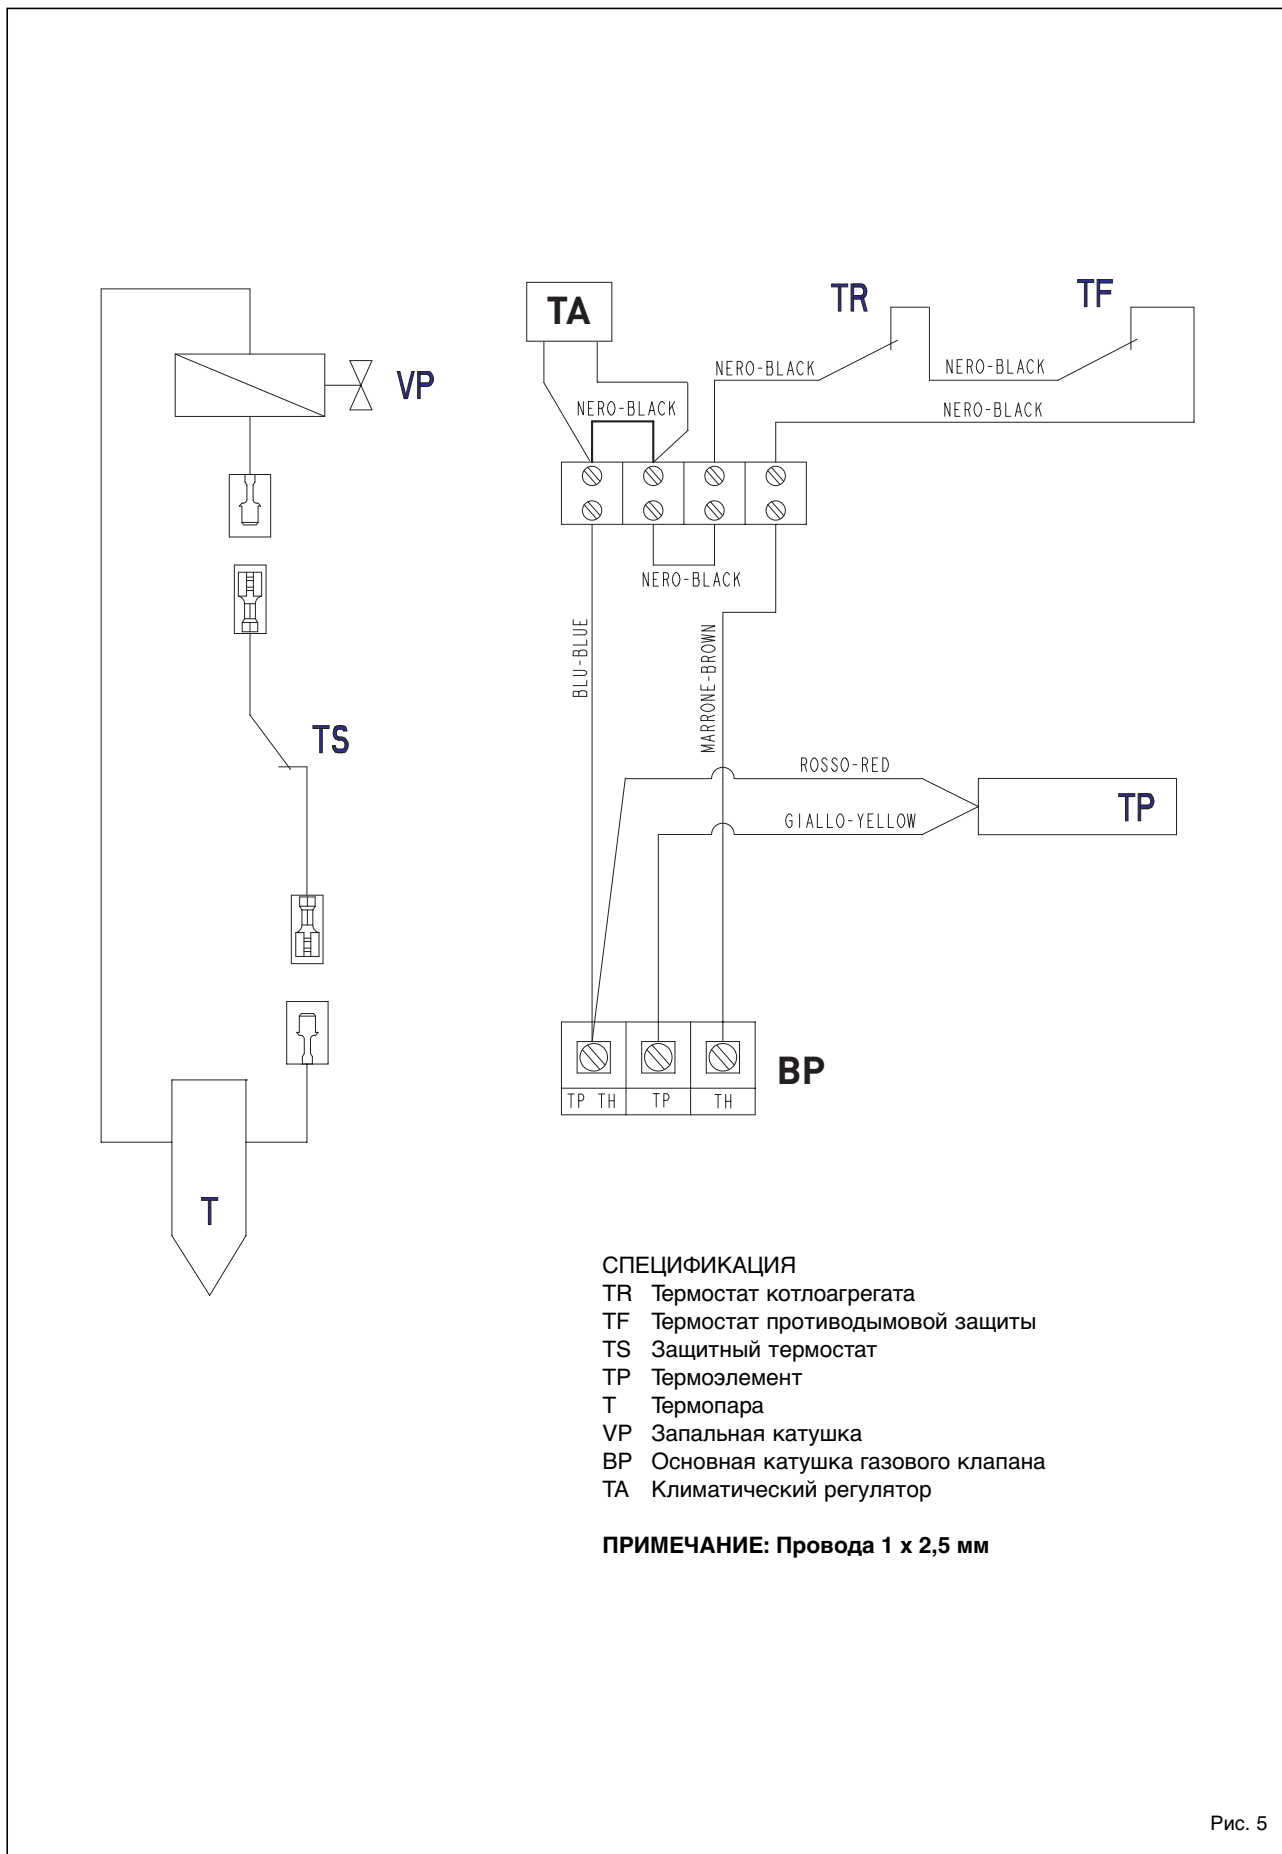

Рис. 5
2.4.1 Электрическая схема (Рис. 5)